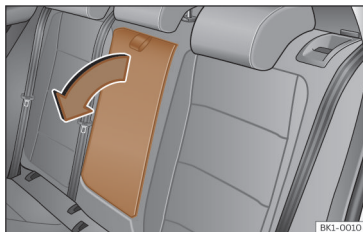

Fig. 92 Apoio de braços central traseiro rebatível (representação esquemática).
- Para *baixar* o apoio de braços, puxe o laço no sentido da seta >>> **Fig. 92**.